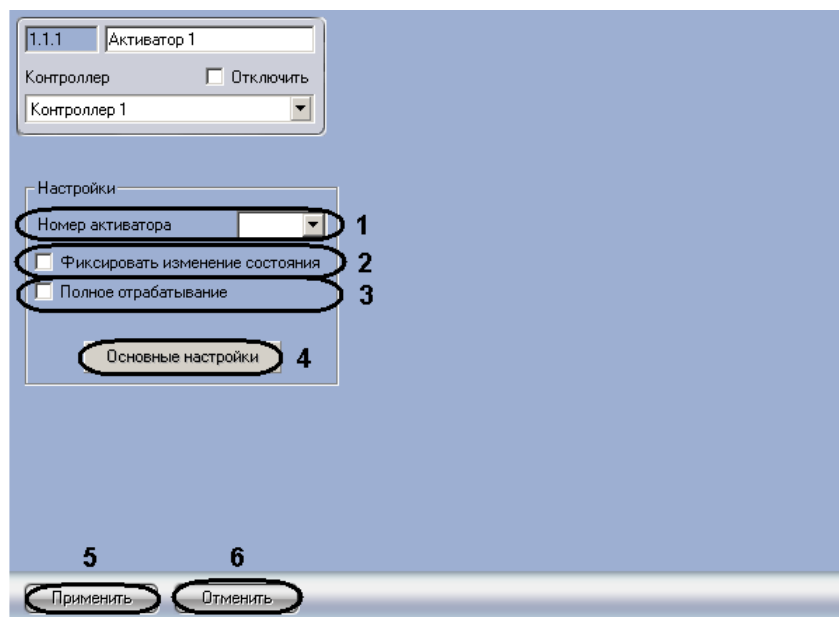

Рис. 3.7—2 Задание программ активации
2. Из раскрывающегося списка **Номер активатора** выбрать порядковый номер точки доступа (см. Рис. 3.7—2, 1).